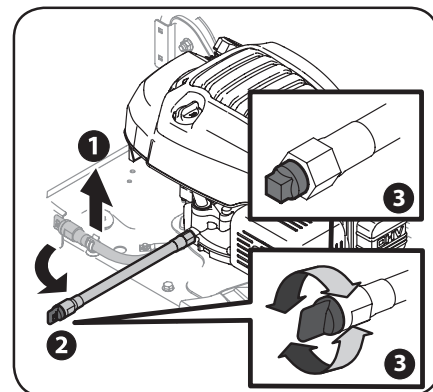
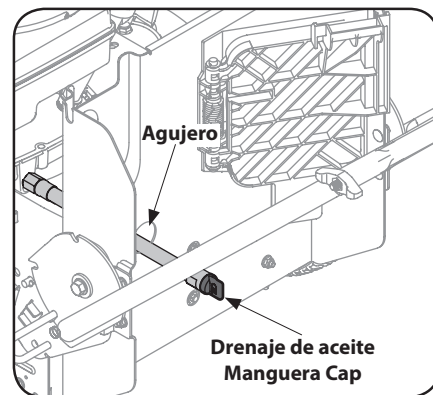

Figura 4-3
Figura 4-4
Cada uno de los ejes y rueditas de la rueda delantera viene equipado con un accesorio de engrase. Vea la Figura 4-3. Lubrique con grasa multiuso No. 2 aplicada con una pistola de engrasar cada 25 horas de funcionamiento de la cortadora o una vez por temporada.
1. Tire hacia arriba de la manguera de drenaje de aceite para soltarla de la plataforma. Consulte la Figura 4-3 para el motor MTD y la Figura 4-4 para el motor Briggs & Stratton.
NOTA: El motor está equipado con un twist-off de plástico o metal tapa de cabeza cuadrada. Consulte la Figura 4-3 inserciones.
NOTA: Para las unidades equipadas con el motor y embolsadora Briggs & Stratton, retire la embolsadora de la cortadora de césped, que expondrá un agujero en la placa trasera de la segadora cuando la puerta se cierra embolsadora para pasar la manguera de drenaje de aceite a través. Ver Figura 4-4.
- Desenrosque la tapa del extremo de la manguera de drenaje de aceite para empezar a drenar el aceite. Consulte el recuadro de la Figura 4-3.